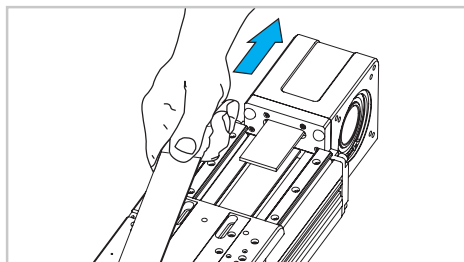

Fig. 6
- 4) Liberare la cinghia dalle sedi su entrambi i lati del carro e sfilarla tirando semplicemente (Fig. 6). Per rimontare la cinghia svolgere le stesse operazioni all'inverso, riposizionando il serracinghia alla distanza iniziale X.